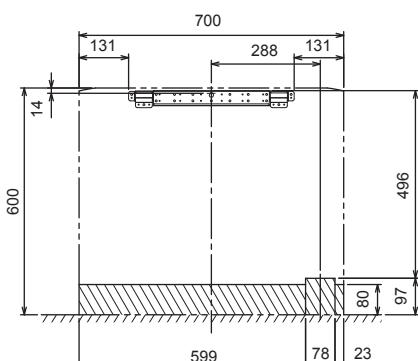

Fig. 3-7
1) Per tubazione posteriore o posteriore sinistra (Fig. 3-7)